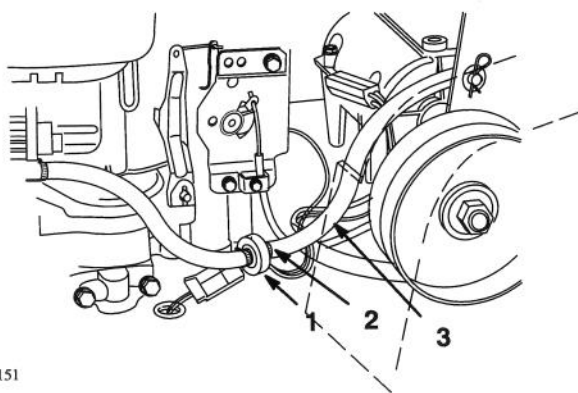

Figure 27
3. Pincer les extrémités des colliers des flexibles, et faire glisser les colliers pour les éloigner du filtre (Fig. 27).